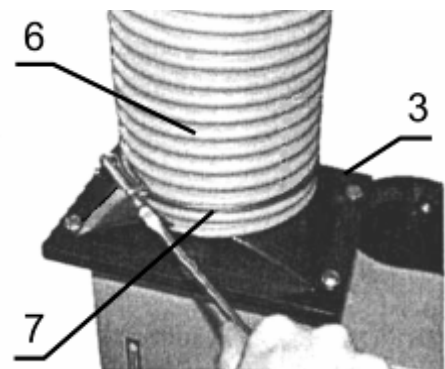

Рисунок 6.
5. Установите шланг пылесоса 6 одним концом на выходной патрубок вентилятора 3, другим концом на патрубок корпуса пылесоса. Установите и затяните хомуты 7 на шланге пылесоса (рис. 6.).